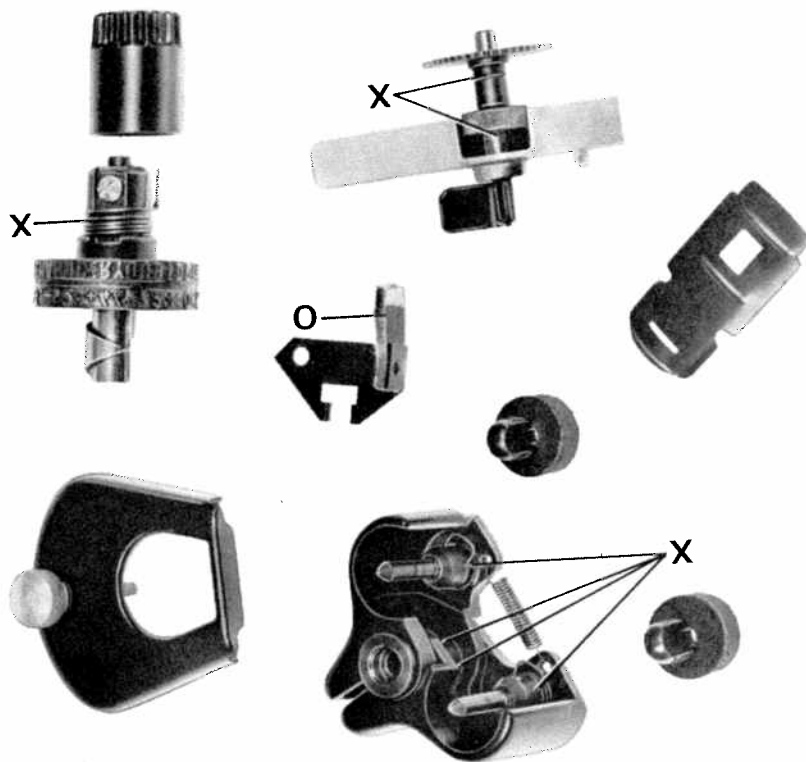

Bild 3
- 3.1.1.5 Ta bort typhjulet, hållaren för färgrullarna, stansblecket från stansbleckkramen, lagerbocken för textremsans styrning samt skafthättan för typhjulet, bild 3. Tvätta samtliga delar i sprit 35.